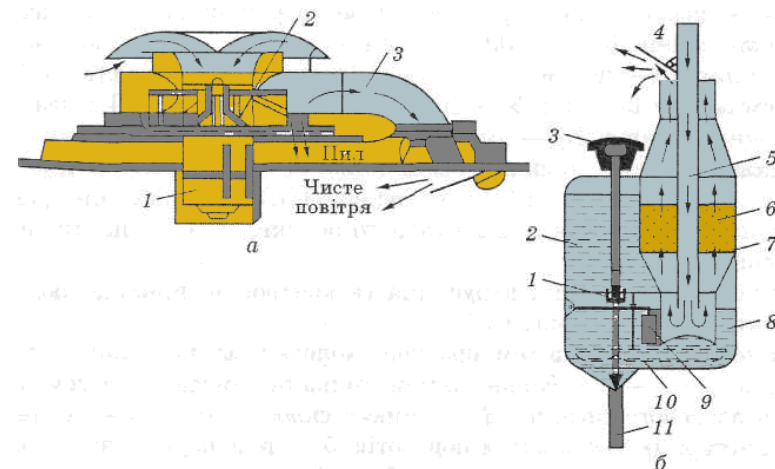

Рис. 5
- ♦ вентилятора-очисника (рис. 5, а): 1 — електричний двигун; 2 — вентилятор; 3 — патрубок;
- ♦ повітрозволожувача (рис. 5, б): 1, 11 — клапани; 2 — бак; 3 — заливний отвір; 4 — заслінка; 5 — труба; 6 — набивка; 7 — корпус; 8 — піддон; 9 — поплавковий пристрій; 10 — сітка.